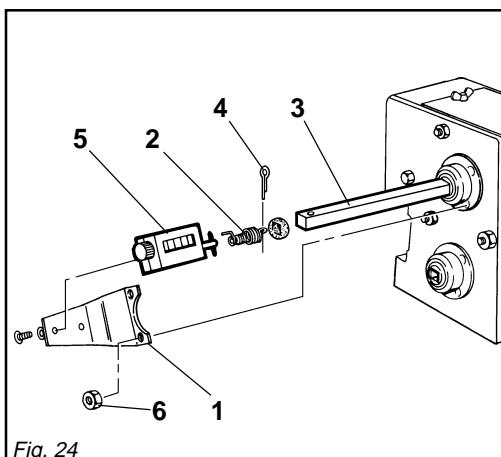

Fig. 24
- Togliere i due dadi (6 Fig. 24) che fissano il supporto;
- Montare il supporto (1 Fig. 24) e fissarlo con i due dadi precedente
- Remove the two bolts that fasten the support (6 fig.24);
- Fit the support (1 fig. 24) and fasten it with the two bolts removed previously;
- Insert the spring (2 fig. 24) on the
- Enlever les deux écrous qui fixent le support (1 Figure 24);
- Monter le support (1 Figure 24) et fixer celui-ci par les deux écrous enlevés;
- Insérer le ressort (2 Figure 24) sur
- Sacar las dos tuercas que sujetan el soporte (1 Fig. 24).